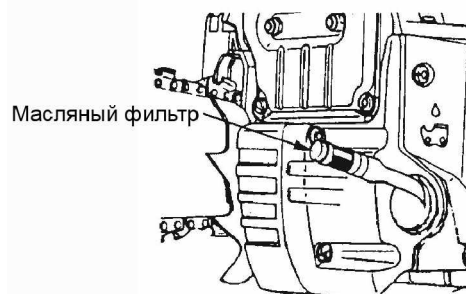

Рис. 25.
3. Масляный фильтр. См. Рис. 25.